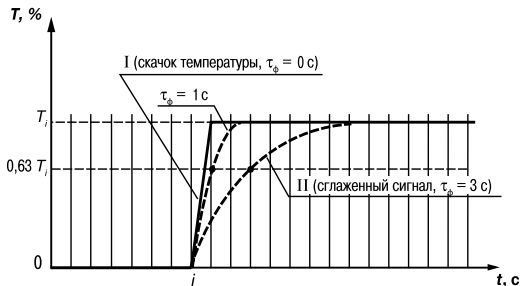

Рис. 5
3.1.4.4.3. Цифровой фильтр устраняет шумовые составляющие сигнала, осуществляя его экспоненциальное сглаживание. Основной характеристикой экспоненциального фильтра является τ_ϕ – постоянная времени цифрового фильтра, параметр **inF1 (inF2)** – интервал, в течение которого сигнал достигает 0,63 от значения каждого измерения T_i (рис. 5).